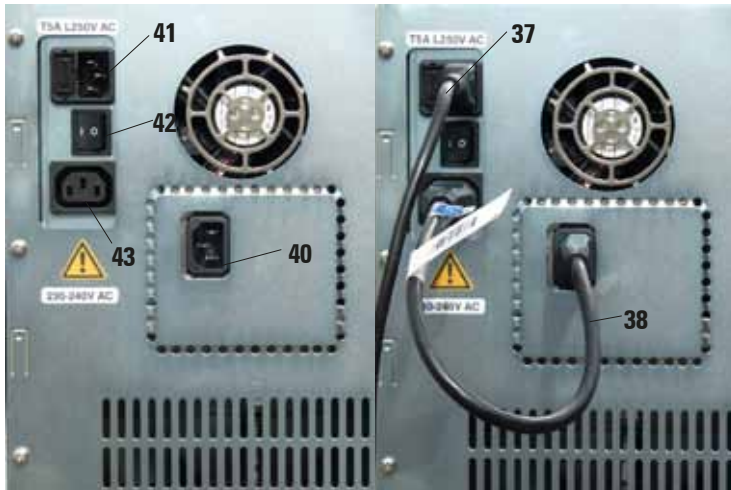

Fig. 4
El equipo debe colocarse de forma que el interruptor de la red de la parte trasera del equipo (fig. 4, 42) esté accesible en todo momento.
- Encender el interruptor ON/OFF de la parte posterior del equipo (pos. 42 en la Fig. 4) (**ON**).